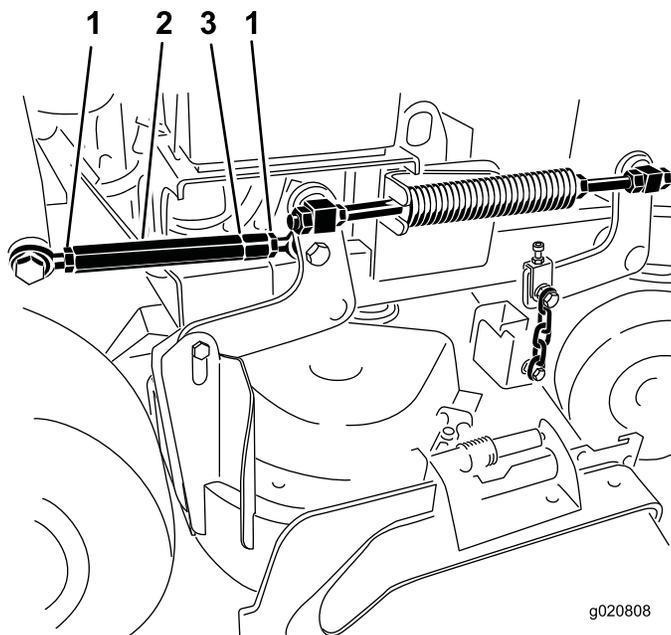

図 87
5. ターンバックルの両端にあるジャムナットをゆるめる（図 87）。
- 注** 溝付きターンバックルの端部に切り込んであるねじ山は、左ねじである（図 87）。